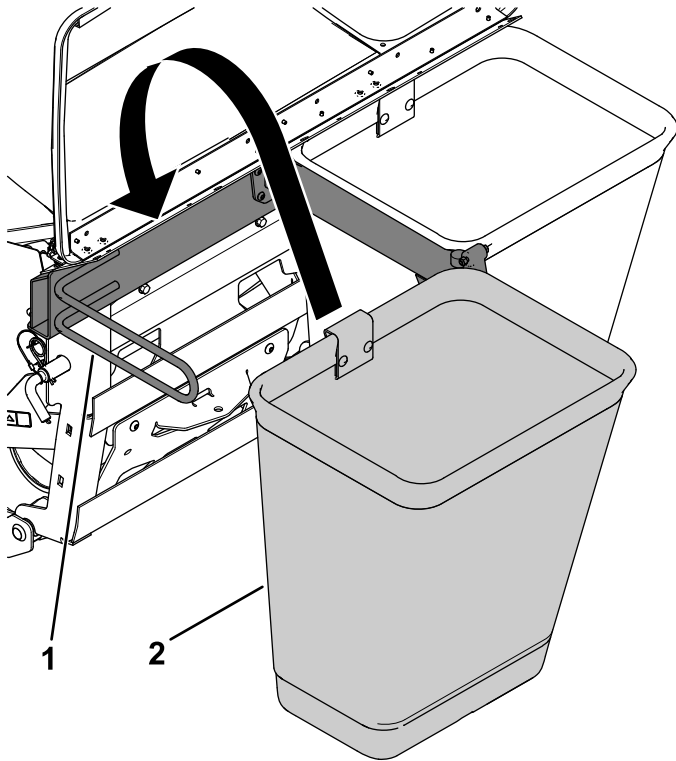

Figura 13
1. Agganciate il cesto al telaio del sistema di raccolta (Figura 13).